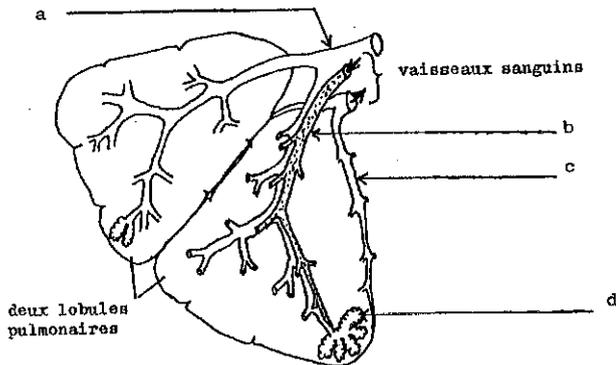

FIGURE 1
- I - La figure 1 représente un lobule pulmonaire et sa vascularisation.